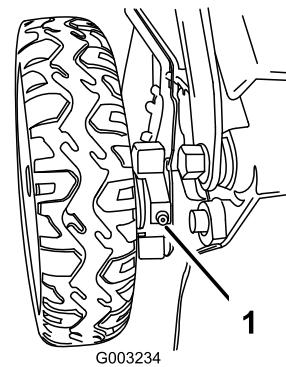

Figura 39
- Limpie con un trapo limpio los puntos de engrase situados justo dentro de las ruedas traseras (Figura 39).